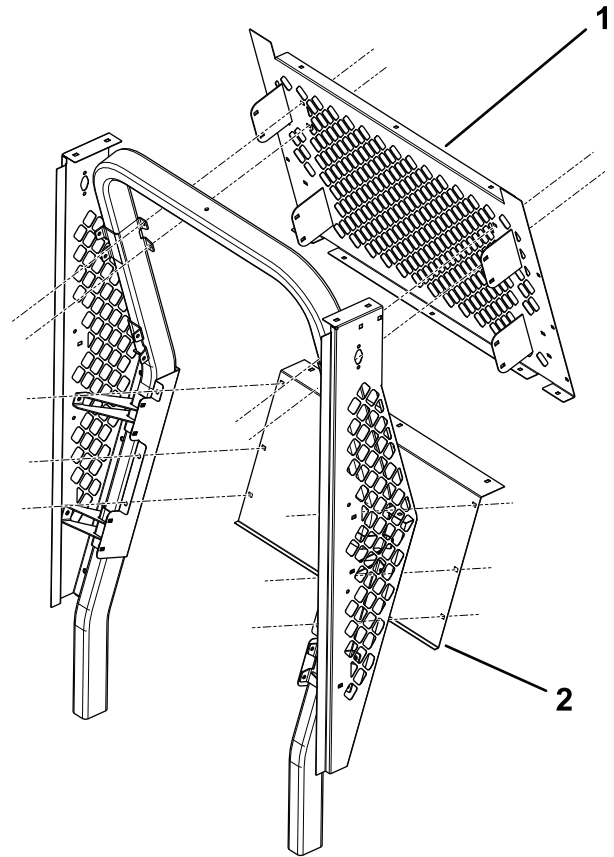

Bild 2
3. Befestigen Sie die hintere Abdeckung unten mit Halbrundschauben (5/16" x 3/4") und Bundmuttern (5/16") (Bild 2).
4. Befestigen Sie die hintere Blende oben mit Halbrundschauben (5/16" x 3/4") und Bundmuttern (5/16") (Bild 2).